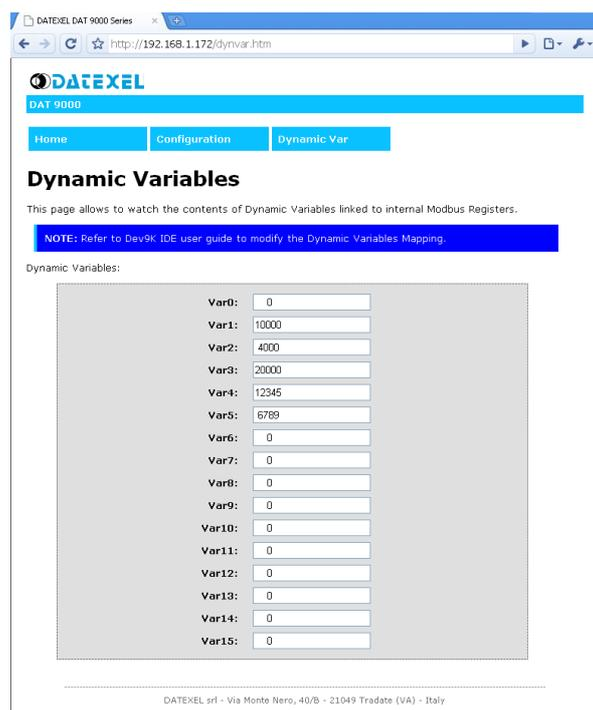

Fig. 6.12
- **Dynamic Var** (Fig.6.12) (<http://192.168.1.100/dynvar.htm>): in questa pagina vengono visualizzati i valori dei registri interni da %R26 a %R41. Aggiornare la pagina (F5) per aggiornare il valore dei registri.